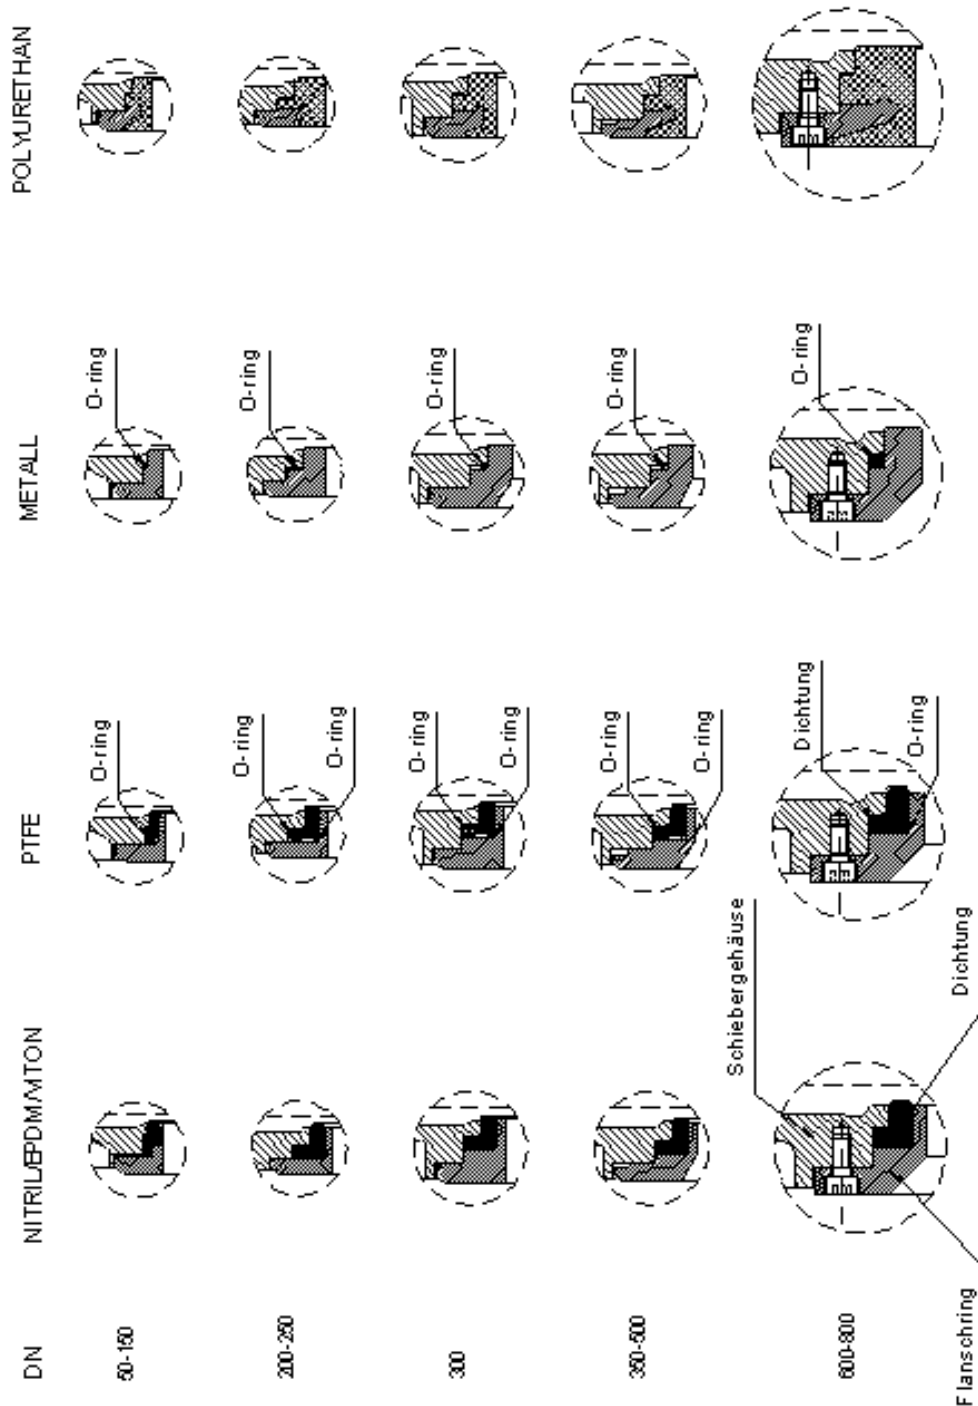

Abb. 4
6. Setzen Sie eine neue Dichtung (**13**) auf den Flanschring (**12**) und setzen Sie diesen auf das Schiebergehäuse (**10**). Bei PTFE- oder Metall-Dichtungen müssen auch O-Ringe eingesetzt werden (s. Abb. 4). Um den Einbau zu erleichtern, sollten Sie Dichtung und O-Ringe mit einem synthetischen Schmiermittel einschmieren.